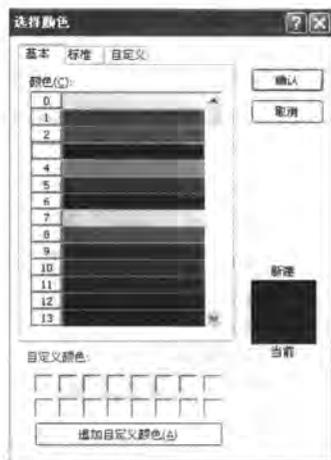

图 3-12 颜色设置
- [7] 单击【边缘色】或【图纸颜色】的颜色框，则会打开如图 3-12 所示的【选择颜色】窗口。在该窗口中，提供了 3 种颜色设置方式，即【基本】、【标准】和【自定义】。单击选定的某一颜色，会在【新建】栏中进行相应显示，确认后单击  按钮即可完成设置。这里我们采用系统的默认设置即可。